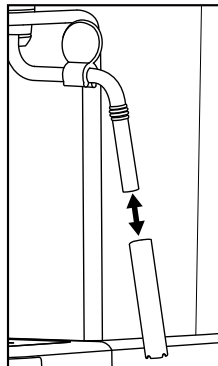

Figure 1
- 1) Tenez un récipient vide sous le mousser à lait ⑩.
- 2) Juste après utilisation, tournez le régulateur de vapeur ⑦ sur « ☁/💧 » et laissez s'échapper la vapeur quelques secondes.
- 3) Fermez le régulateur de vapeur ⑦ (tournez jusqu'à la butée dans le sens « ● »), arrêtez l'appareil et débranchez la fiche secteur.
- 5) Retirez la gaine du mousser à lait ⑩ (figure 1) et la nettoyer soigneusement à l'eau chaude.
- 7) Glissez à nouveau la gaine sur la buse (figure 1).